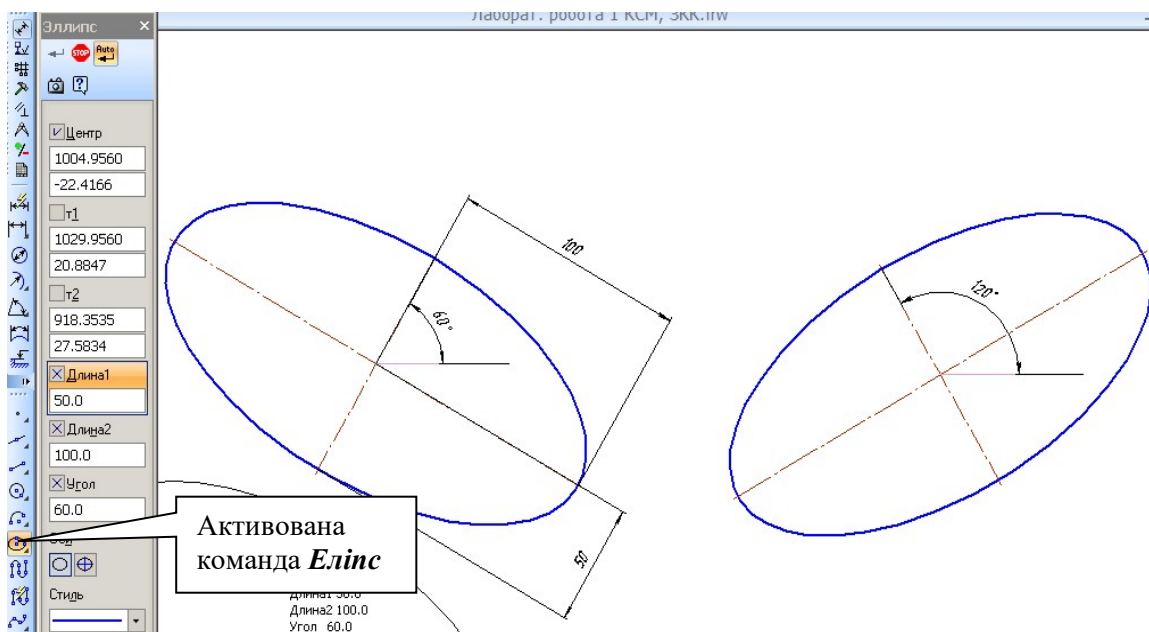

Рис. 2.5
4. Побудуйте два еліпси з осями: довжина 1=50 (довжина малої півосі), довжина 2=100 (довжина великої півосі), кут для першого еліпса – 60° , для другого – 120° (рис. 2.5).